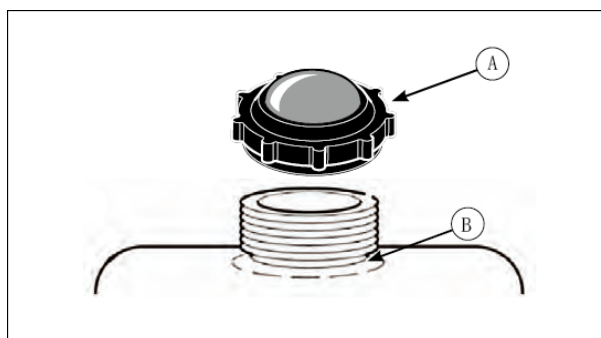

図 5 燃料の給油
- 1.燃料タンクキャップの周辺をふき取り、タンクキャップを外します。(A) 図 5
- 2.燃料タンクにガソリンを給油します。燃料の膨張に備えてタンクの首の底部 (B) より上まで入れないでください。